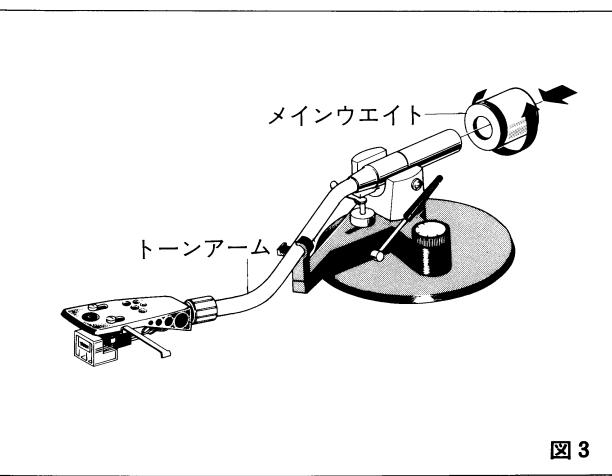

図3
- ① 梱包されているメインウェイトを図3のようにトーンアーム尾部に矢印の方向に回しながら押し込みます。
- ② メインウェイト内部に刻まれた螺旋溝とアーム尾部のスッパーがかみ合い、メインウェイトは、アームを正面からみて反時計方向(左)に回すとトーンアーム基部の方(前)に、時計方向(右)に回すと尾部の方(後)にスムーズに移動するようになります。